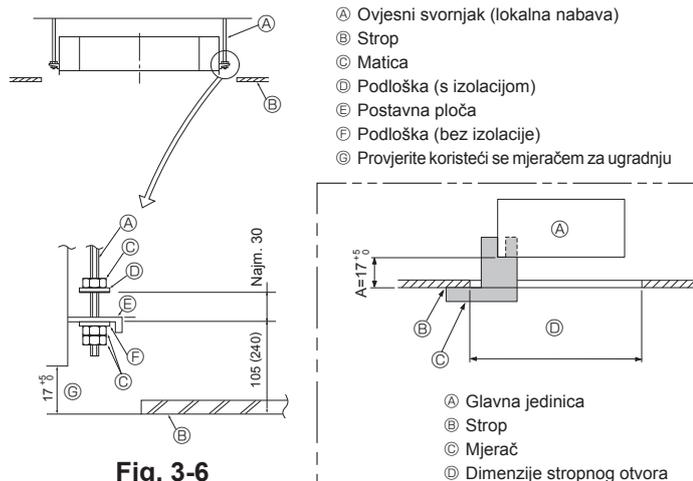

Fig. 3-6
3.6. Postupci ovjesa jedinice (Fig. 3-6)